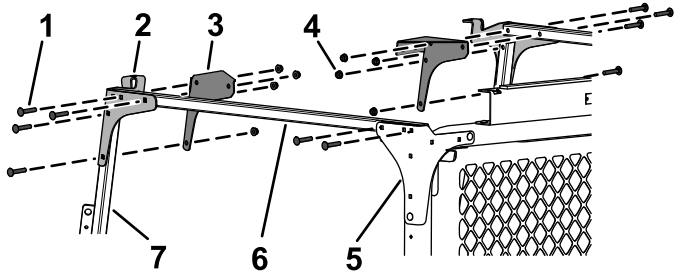

Figura 35
- Instale sem apertar os tubos de ligação cruzada nos suportes de montagem traseira e nas placas de canto traseiras utilizando 2 parafusos de carroçaria (5/16 x 1³/₄ pol.) e 4 porcas flangeadas (5/16 pol.), como se mostra na Figura 35.
- Instale sem apertar os suportes de montagem frontal e as placas de canto frontais nos tubos da ligação cruzada e nos suportes do limpa para-brisas utilizando 8 parafusos de carroçaria (5/16 x 1³/₄ pol.) e 8 porcas flangeadas (5/16 pol.), como se mostra na Figura 35.